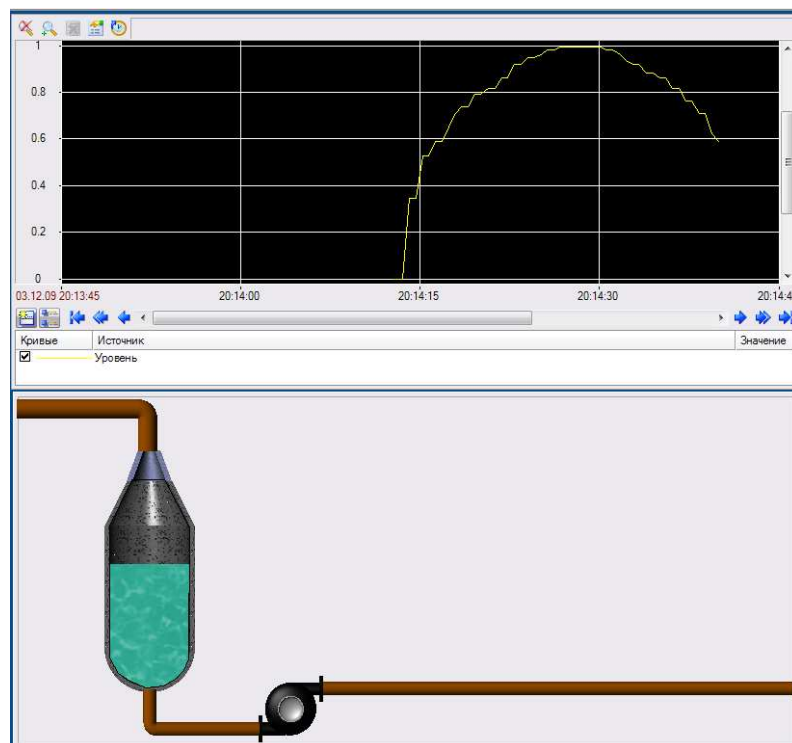

Рис. 3.42 Пример результата запуска
8. **Запуск проекта.** Произведите запуск проекта, аналогично первой работе. Пример результата исполнения созданного проекта приведен на рис. 3.42.